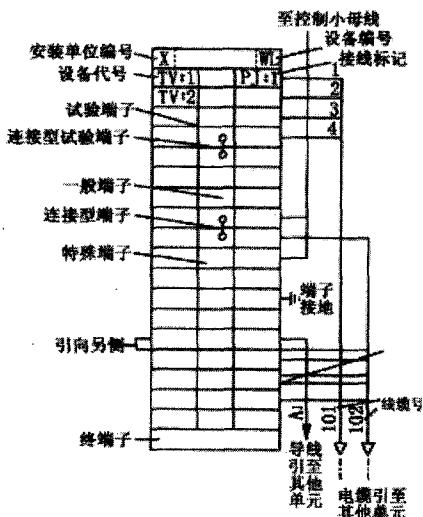

图 1-5 端子接线图
- (1) 单元接线图。它是表示成套装置或设备中一个结构单元内的各元件之间的连接关系的一种接线图。这里所指“结构单元”是指在各种情况下可独立运行的组件或某种组合体。如电动机、开关柜等。
- (2) 互连接线图。它是表示成套装置或设备的不同单元之间连接关系的一种接线图。
- (3) 端子接线图。它是表示成套装置或设备的端子以及接在端子上外部接线（必要时包括内部接线）的一种接线图，如图 1-5 所示。
(4) 电线电缆配置图。它是表示电线电缆两端位置，必要时还包括电线电缆功能、特性和路径等信息的一种接线图。